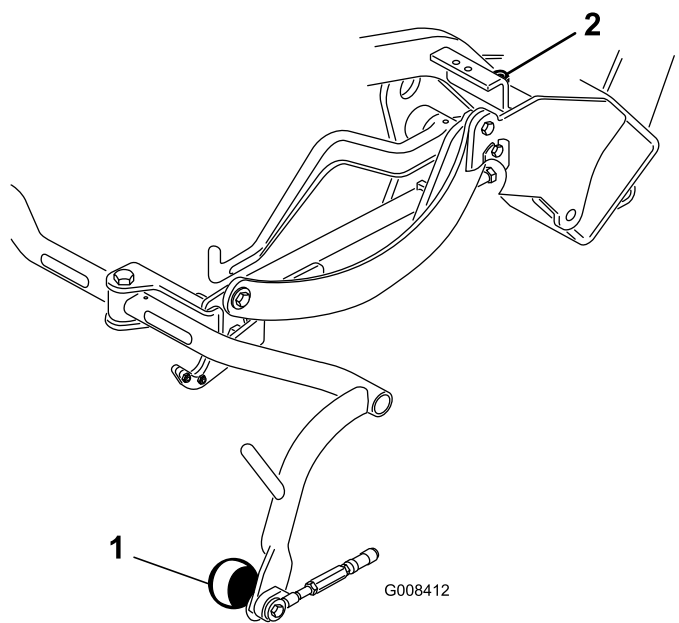

図 7
- すき間の調整が必要な場合には、キャリアフレームのストップねじ(図 7)についているジャムナットをゆるめ、ストップねじの高さを変えてキャリアフ